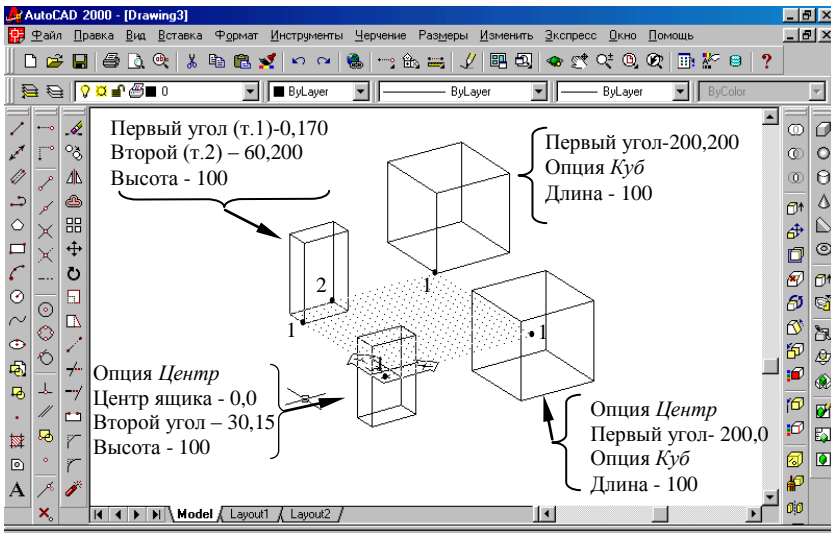

Рис. 4.4. Примеры построения параллелепипеда и куба
- ♦ если ввести значение по умолчанию <0,0,0> или иное значение координаты двумерной точки (например, 0,170, см. рис. 4.4), то эта точка становится одной из вершин прямоугольного параллелепипеда в плоскости нижнего основания и появляется следующий запрос:
Любым удобным способом введите координаты центра ящика (на рис. 4.4 они равны 0,0,0). Дальнейшие построения аналогичны предыдущим.
На рис. 4.4 построены два куба, один с использованием опции *Центр*.